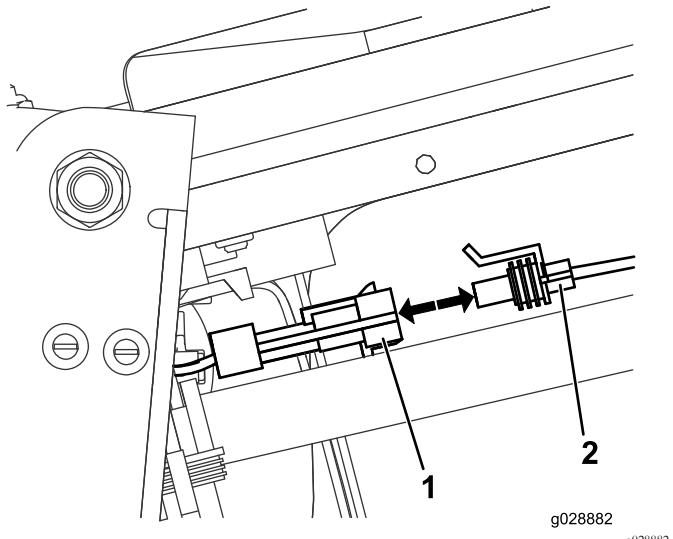

Figura 2
5. Desconecte el arnés de cables del contador de horas existente del arnés de cables principal (Figura 2).